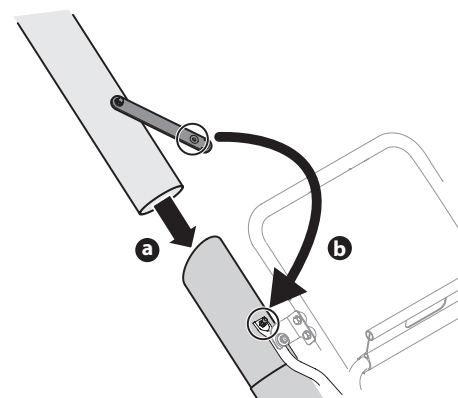

Figure 14
- b. Fixez la courroie de la rallonge sur la goupille du boyau. Voir Figure 14.